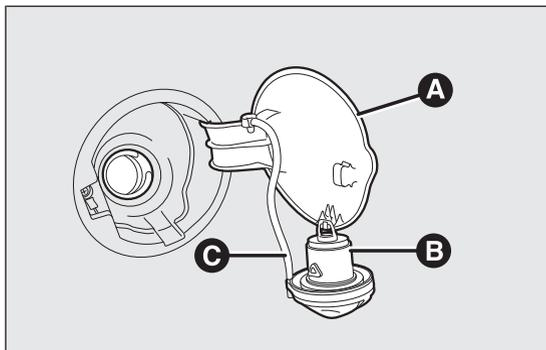

fig. 96
1) Abrir el tapa A fig. 96 tirando hacia fuera, mantener sujeto el tapón B fig. 96, introducir la llave de contacto en la cerradura y girarla hacia la izquierda.
El tapón posee un dispositivo para evitar su pérdida C fig. 96 que lo asegura a la tapa impidiendo que se pierda. Al repostar, enganchar el tapón a la tapa, como muestra la figura.